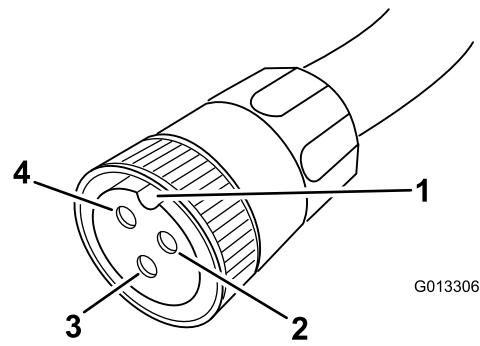

図 12
2. キー溝が 12 時の位置に来るようケーブルを持つ図 12。